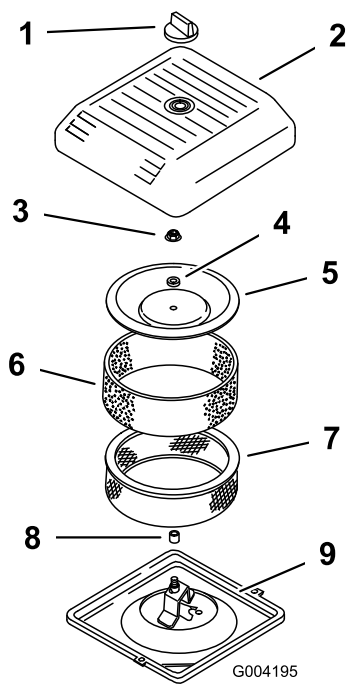

Figure 158
- Glissez délicatement le préfiltre en mousse sur l'élément en papier (Figure 158).